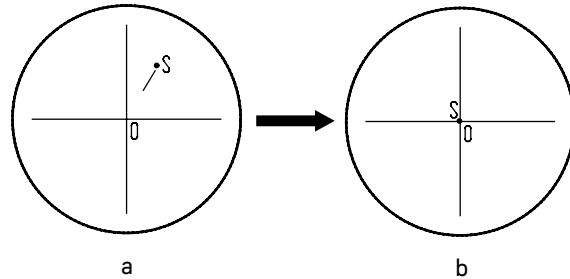

Рис. 18. Настройка канала визуализации
- Установите рукоятку переключения светового потока **3** в положение для наблюдения через окуляры и камеру. Наблюдая объект через окуляры, найдите отличительную точку в поле зрения (легко идентифицируемую цель, такую как точка S на рис. 18а), переместите объект на предметном столике так, чтобы данная точка находилась в центре поля зрения как показано на рис. 18б. Для этой процедуры вместо обычного препарата удобно использовать специальный калибровочный слайд с перекрестьем, а вместо обычного окуляра – окуляр с перекрестьем.